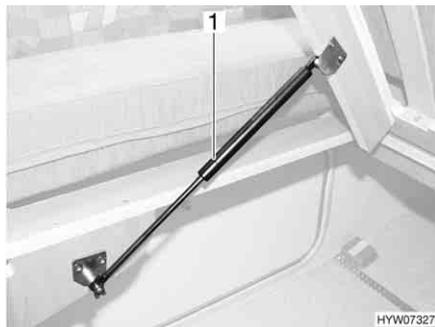

Fig. 112 Cama fixa
- Levante o estrado. As molas pneumáticas a gás (Fig. 112,1) mantém o estrado em posição aberta.